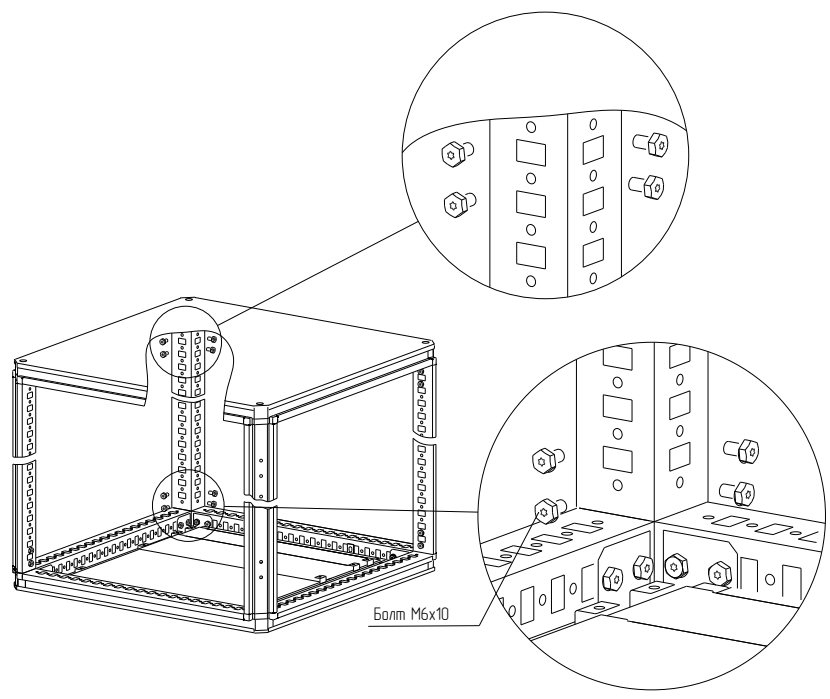

Рисунок 3
4.1.6 Закрепить стойки 1 профиля на основании и крышу на стойках 1 профиля болтами M6×10. Момент затяжки – 10 Н·м (рисунок 3).